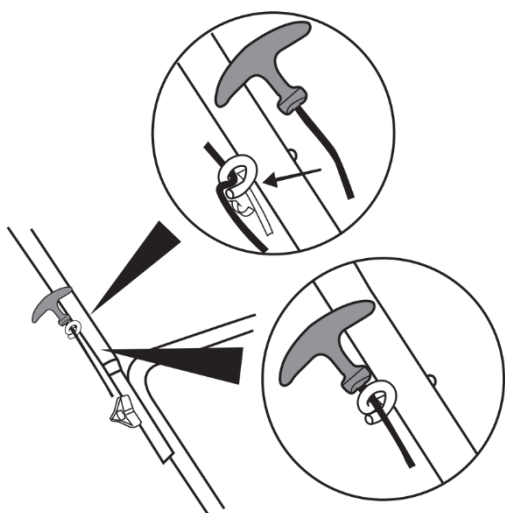

Рис. 3
4. Заведите ручку стартера в специальное кольцо на рукоятке, см. рис.3.